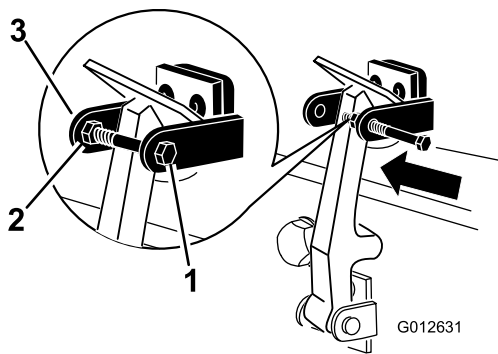

Figure 15
7. Vissez le boulon dans l'autre bras du support du loquet pour bloquer le loquet en position (Figure 15).